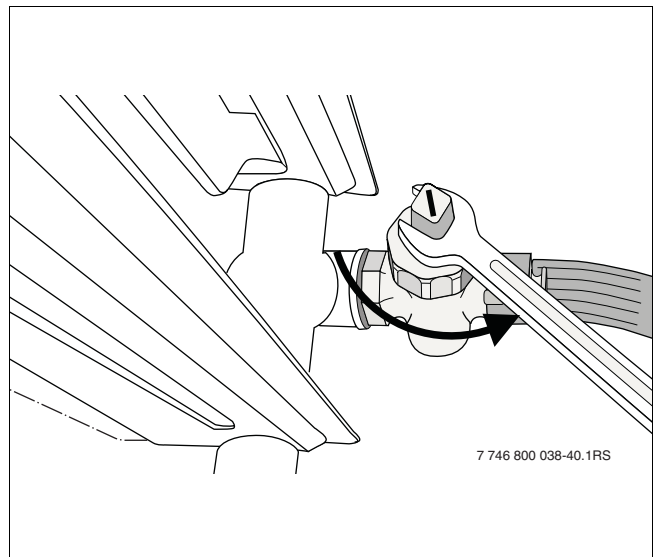

Fig. 61 CV-installatie aftappen
- Tap de cv-installatie op het laagste punt met behulp van de vul- en aftapkraan of aan een radiator af (fig. 61). Daarbij dient de (automatische) ontlufter op het hoogste punt van de cv-installatie geopend te zijn.